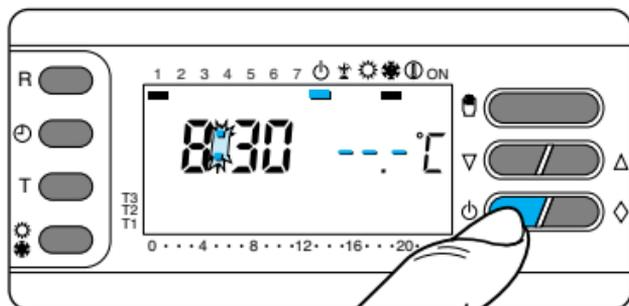

Fig. 68
13.4 - Premere due volte il pulsante  (fig. 68).